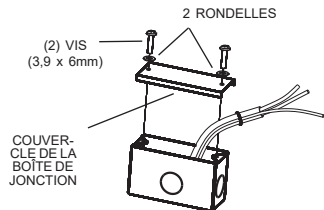
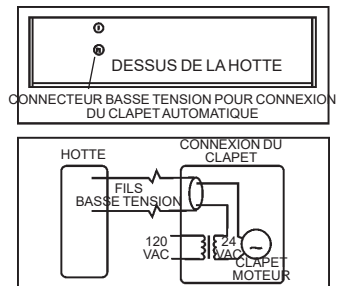

Fig.8
Fig.9
• 120 VAC (figure 8)
3. Installer le couvercle de la boîte de jonction et fixez-le avec (2) vis 3,9 x 6 mm et (2) rondelles. Assurez-vous que les câbles ne sont pas coincés entre le couvercle et la boîte.
• CONNEXION ALTERNE DU CLAPET AUTOMATIQUE (figure 9)